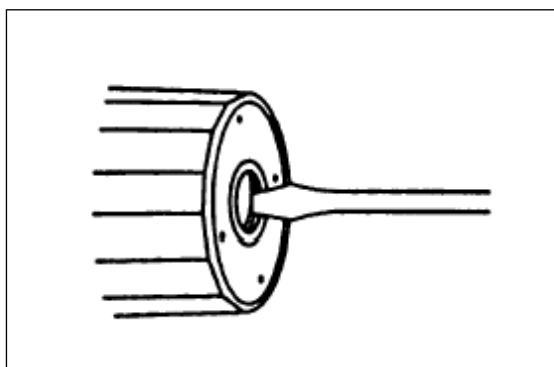

Рис. 5.4.
- осторожно отвернуть винт для удаления воздуха (рис. 5.4);
Двигатель заблокирован, например, из-за загрязнений в его проточной части. Устранение: выкрутить винт для отвода воздуха и освободить ротор насоса проворачиванием его при помощи отвертки (рис. 5.4).